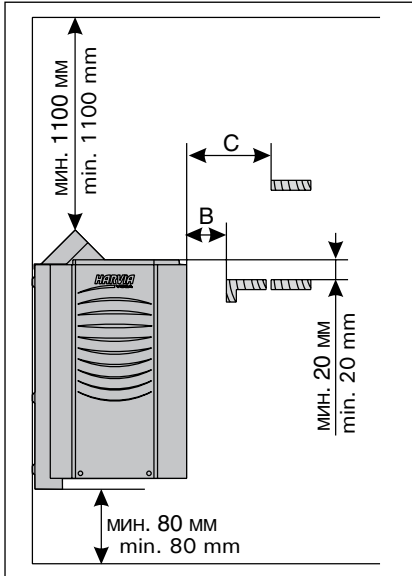

Рисунок 5. Расстояния безопасности
- При расположении каменки выполняются ли условия минимальных расстояний, изображенных на рис. 5 и 6 и указанных в таблице 1.
1. С помощью прилагаемых шурупов прикрепите к стене монтажную раму, соблюдая минимальные расстояния, указанные в таблице 1 и на рис. 5 и 6.
При установке защитного ограждения вокруг каменки следует соблюдать расстояния, указанные на рис. 5. и в табл. 1.